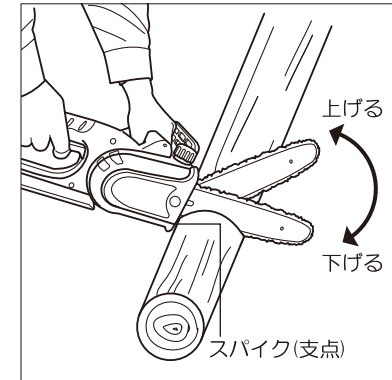

図20
③切断材料が大きいときは、スパイクを支点にテコの運動をさせながら切断してください。(図20参照)